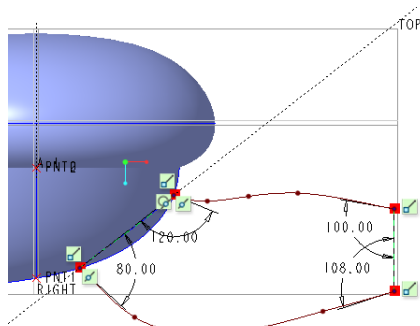

图 13-126 草绘 5
④ 绘制图 13-126 所示的两条样条曲线。单击“确定”按钮.